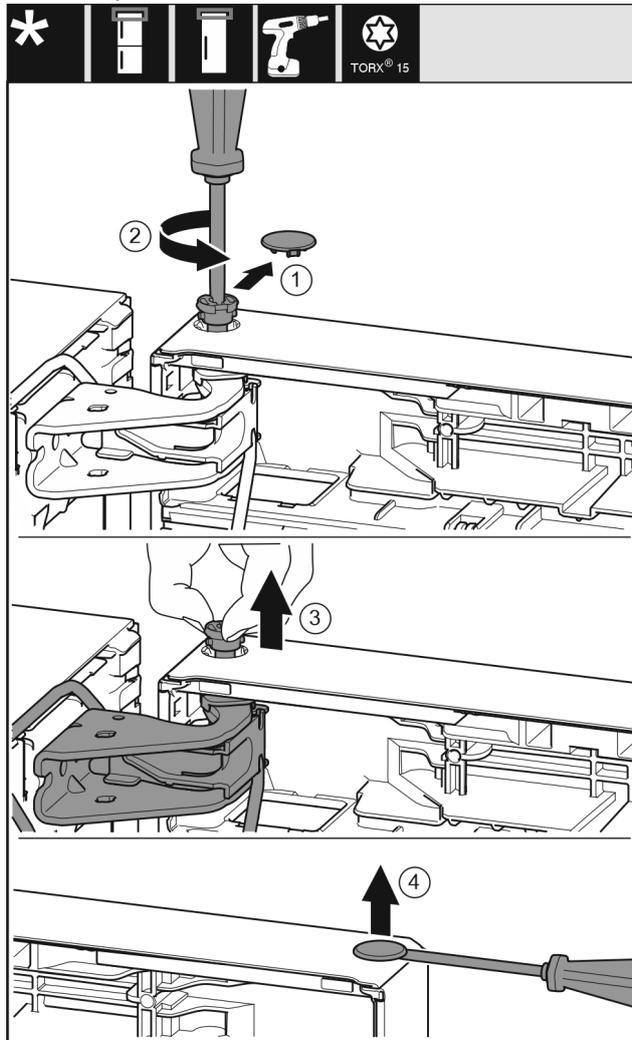

Fig. 22
- ▶ Oprezno skinite sigurnosni pokrov. Fig. 22 (1)
- ▶ Odvijačem T15 malo odvijte svornjak. Fig. 22 (2)
- ▶ Čvrsto držite vrata i prstima izvucite svornjak. Fig. 22 (3)
- ▶ Ravnim odvijačem oprežno podignite čep iz čahure ležaja vrata i izvucite ga. Fig. 22 (4)